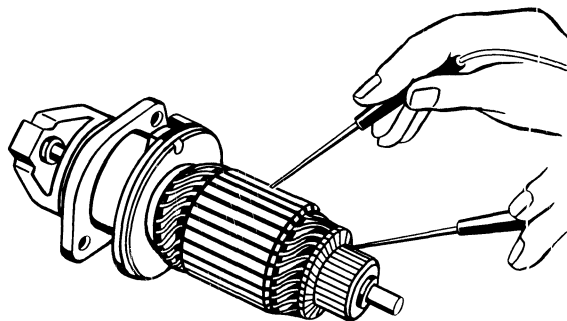

Рис. 215. Проверка обмотки якоря стартера на короткое замыкание с магнитопроводом
**Якорь.** Проверить с помощью прибора Э-236 или контрольной лампы отсутствие замыкания обмотки якоря на пакет якоря. Для этого подсоединить один конец к любой из ламелей якоря, а другой — к пакету железа якоря. Лампа при этом гореть не должна (рис. 215).